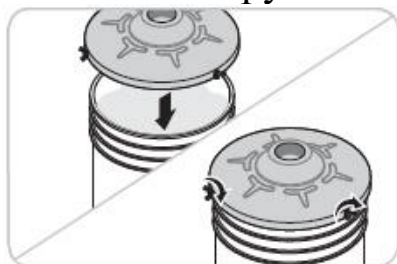

Рисунок 4
1. Для насоса DEP-1702P накройте крышкой (входит в комплект поставки) емкость, из которой будет перекачиваться жидкость, и зафиксируйте крышку тремя болтами (смотрите рисунок 4 ниже).